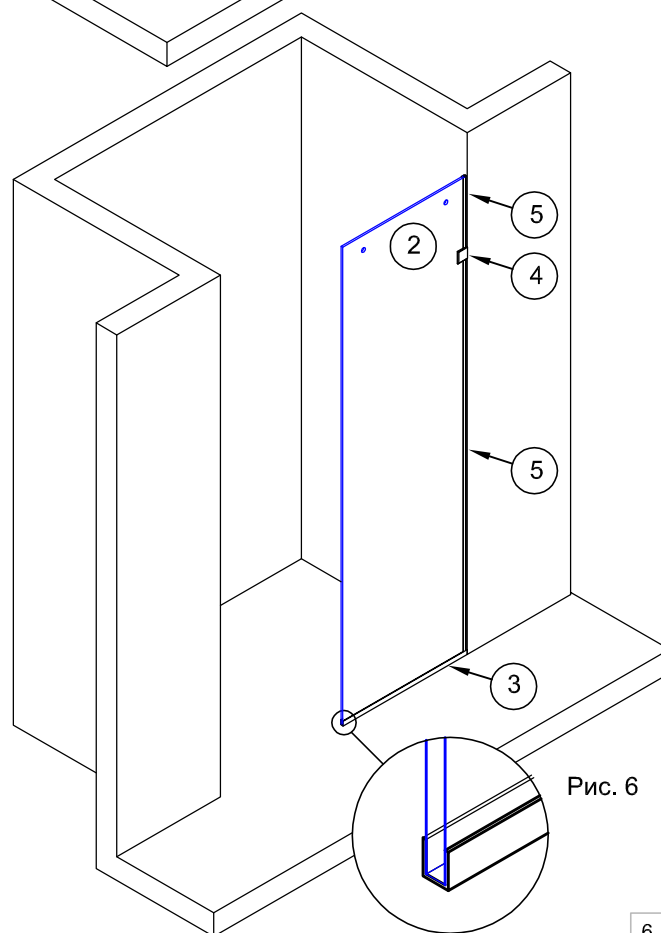

Рис. 6
2.5. Установить уплотнитель №5 на торец стеклянной панели №2 со стороны стены. Отрезки уплотнителя подрезать для плотного прилегания к держателю и к профилю №3 на полу (рис.6).
2.6. В середину профиля №3 нанести силиконовый герметик. Количество герметика нужно рассчитать на заполнение всех щелей между профилем и стеклом (рис.6).
2.7. Вставить стеклянную панель №2 в профиль №3. Прижать стекло к стене и полу. Внешние торцы стекла и профиля №3 и №4* должны совпадать (рис.6).